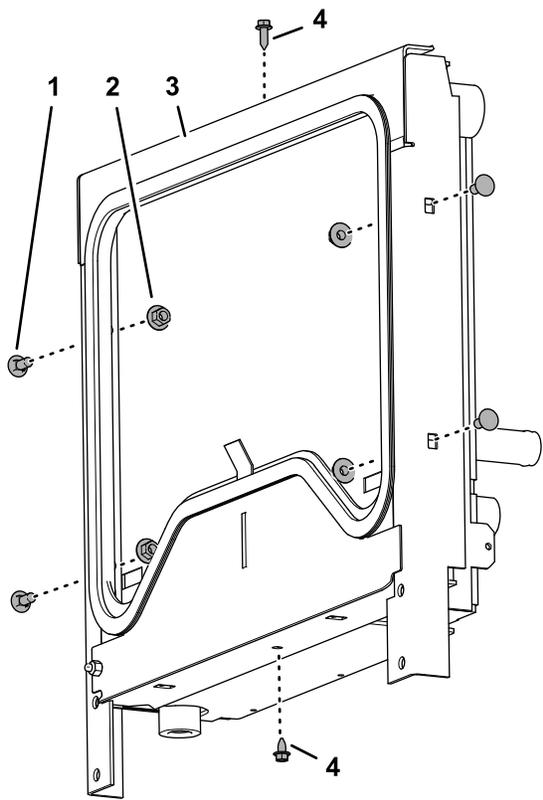

図 27
2. 取り付けフレームをラジエター/オイルクーラに仮止めする 図 27 フランジヘッドねじ ¼ x ¾" 2 本を使用する。
3. 取り付けフレームをラジエーター/オイルクーラに組み付ける 図 27 仮止めするキャリッジボルト5/16 x ¾" 4本と鋸歯付きフランジナット5/16" 4個を使用する。